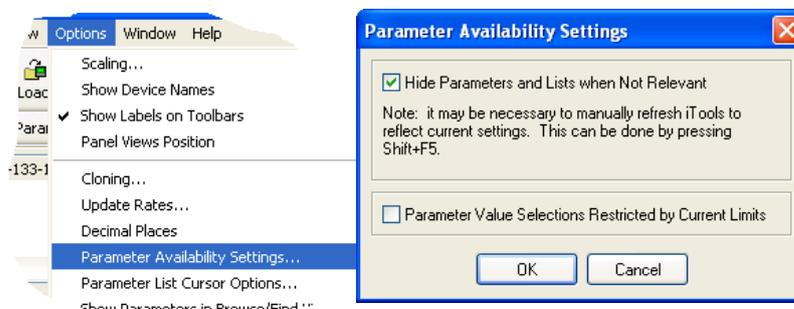

Figura 183 Mostrar/ocultar parámetros
3. Parámetros ocultos. De manera predeterminada, iTools oculta los parámetros que se consideran irrelevantes según el contexto. Estos parámetros ocultos pueden mostrarse en la tabla utilizando el elemento de configuración Disponibilidad de parámetros en el menú de opciones (Figura 183). Estos parámetros se muestran con el fondo sombreado.